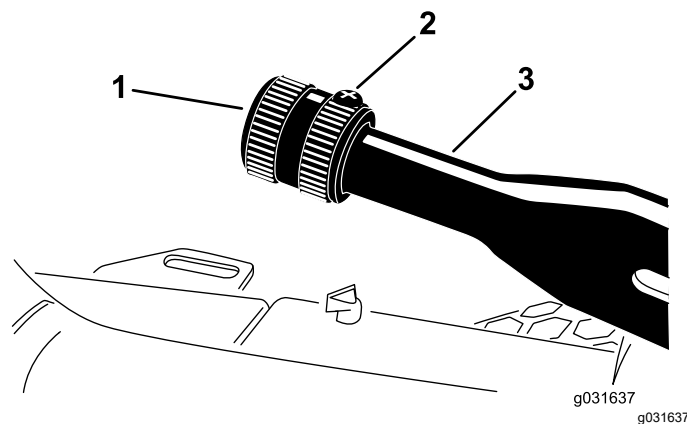

Рисунок 60
1. Ослабьте установочный винт, который крепит рукоятку к рычагу стояночного тормоза (Рисунок 60).